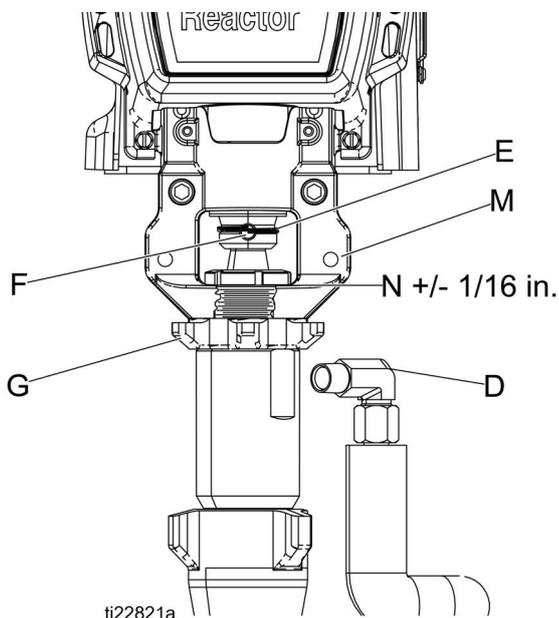

FIG. 3
1. Accertarsi che il controdado (G) sia avvitato sulla pompa con il lato piatto rivolto verso l'alto. Avvitare la pompa nell'alloggiamento del cuscinetto (M) fino a che i fori dello spinotto non sono allineati. Spingere lo spinotto (F) verso l'interno. Tirare verso il basso il fermo di ritenzione (E) del filo. Vedere la FIG. 3 per note sulla visualizzazione e il montaggio.
2. Continuare ad avvitare la pompa nell'alloggiamento finché l'uscita (D) del fluido non è allineata al tubo di acciaio e le filettature di testa non sono a +/- 2 mm (1/16 in.) dalla faccia del cuscinetto (N).
3. Serrare il controdado (G) colpendolo con decisione con un martello che non produce scintille.
4. Ricollegare l'ingresso (C) e l'uscita (D) del fluido.